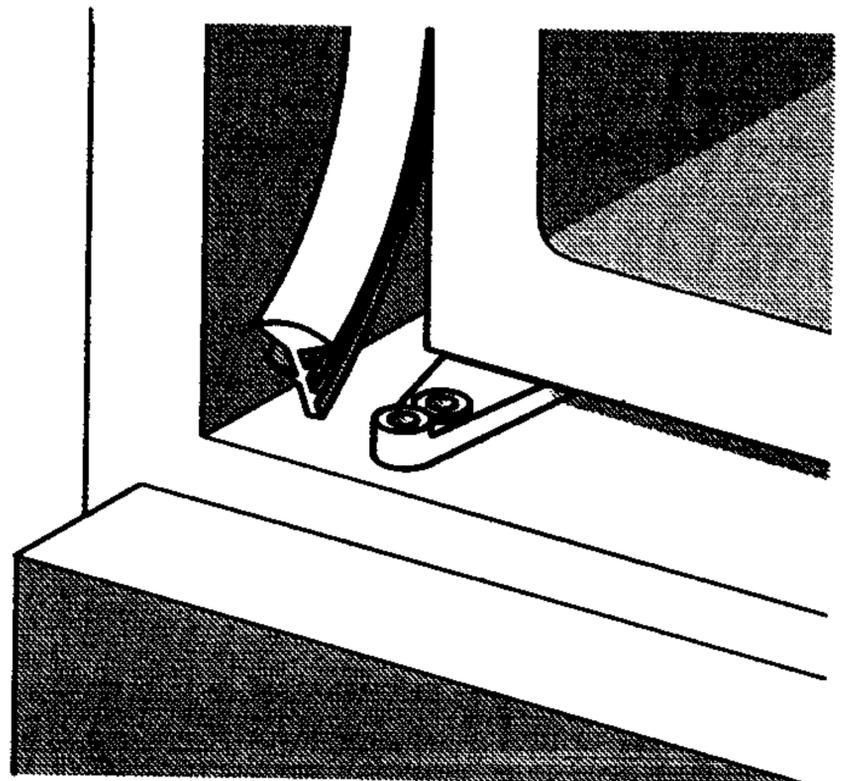

Bild 6
- ※ Der Spalt an der Gegenseite des Türscharniers ist mit der beigelegten Dichtung abzudichten (Bild 6).